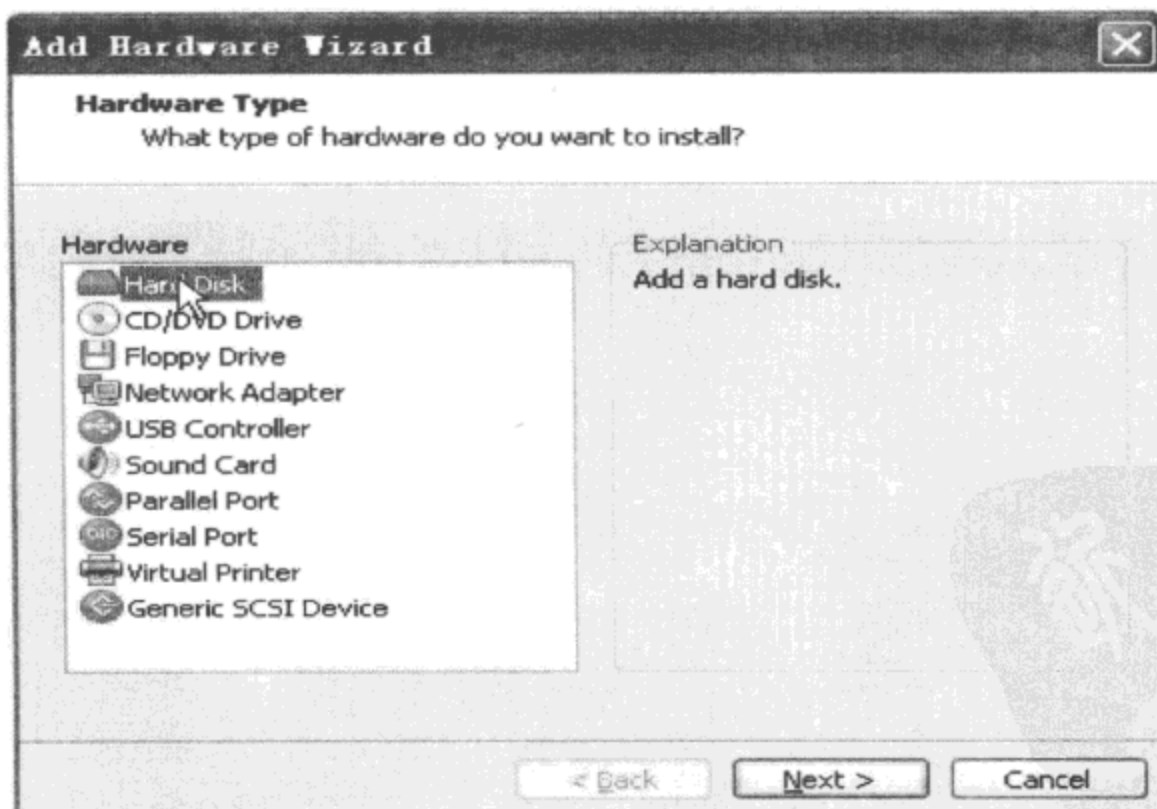

图 4-18 选择增加新硬盘
④ 图 4-18 用于新增第 2 个硬盘,大小 80GB,用于将来挂载 work 分区。